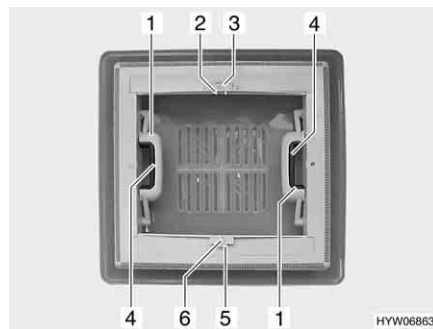

Fig. 71 Oblò a scatto
Apertura: ■ Premere la chiusura a scatto (Fig. 71,4) verso l'interno dell'oblò. Premere contemporaneamente verso l'alto l'oblò con la maniglia (Fig. 71,1).
Chiusura: ■ Tirare con forza verso il basso le due maniglie (Fig. 71,1) dell'oblò, fino a quando non scattano entrambe le chiusure.
Chiusura: ■ Premere l'arresto (Fig. 71,5) verso il lato esterno dell'oblò.
■ Tirare l'oscurante a rullo per la maniglia (Fig. 71,6) fino alla maniglia contrapposta della zanzariera a rullo (Fig. 71,2) e farla innestare.
Apertura: ■ Serrare la maniglia (Fig. 71,2). L'arresto si sblocca.
■ Ricondurre lentamente l'oscurante a rullo accompagnandolo con la maniglia (Fig. 71,6).
Chiusura: ■ Premere l'arresto (Fig. 71,3) verso il lato esterno dell'oblò.
■ Tirare la zanzariera a rullo per la maniglia (Fig. 71,2) fino alla maniglia contrapposta dell'oscurante a rullo (Fig. 71,6) e farla innestare.
- Serrare la maniglia (Fig. 71,2). L'arresto si sblocca.
- Ricondurre lentamente la zanzariera a rullo accompagnandola con la maniglia (Fig. 71,2).